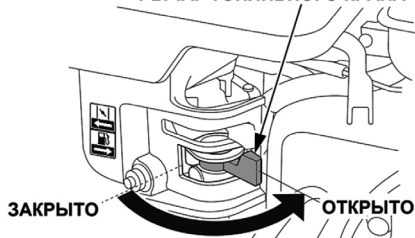

Рис. 12. Рычаг топливного крана
3. Откройте топливный кран переводом рычага вправо (Рис. 12).